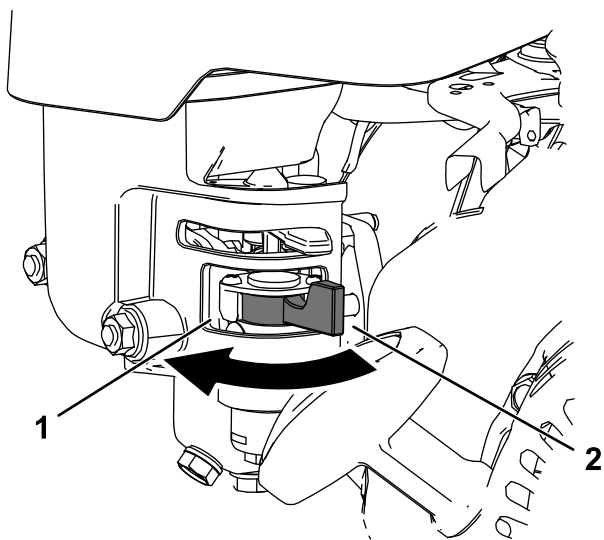

Figure 24
- Pour ouvrir le robinet d'arrivée de carburant, tournez le levier vers la poignée du lanceur (Figure 24).
- Pour fermer le robinet d'arrivée de carburant, tournez le levier dans la direction opposée à la poignée du lanceur (Figure 24).